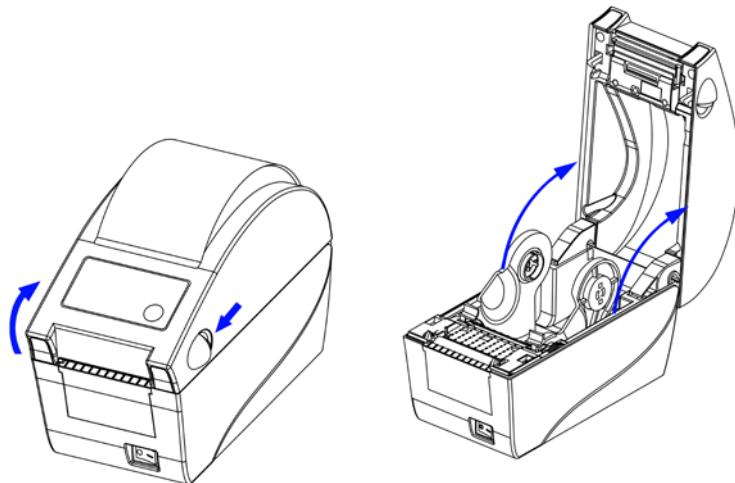

图 2.4.1
- 双手捏住开盖扳手将上壳向上翻，打开打印机的上壳（见图 2.4.1）；